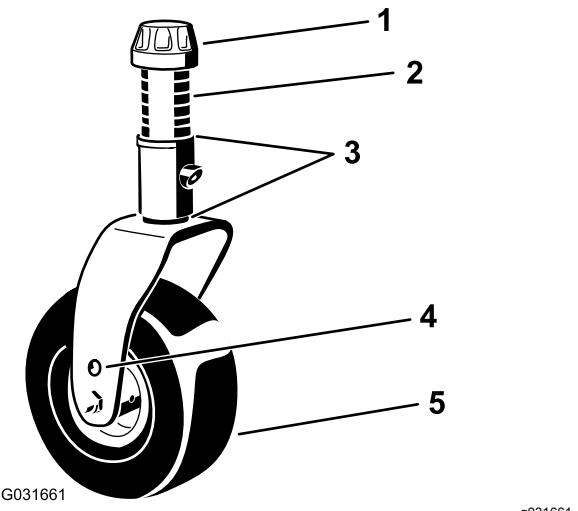

Рисунок 23
- С помощью прилагаемого ключа для колпачковых гаек поворотных колес, ослабьте колпачковую гайку и снимите ее с вала поворотного колеса, затем извлеките вал из рычага поворотного колеса (Рисунок 23).